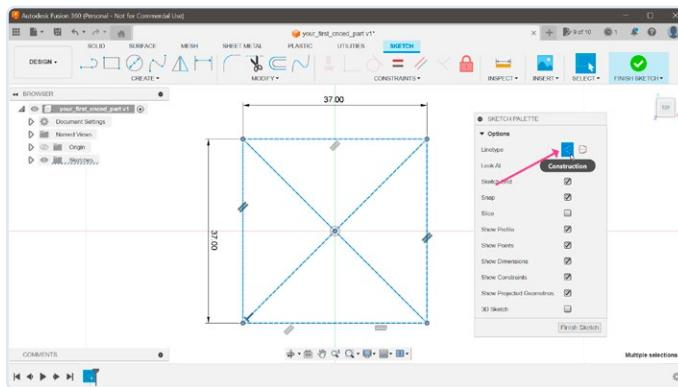

Figure 3. Modification de la définition des lignes dans le mode Construction.
3. Nous n'utiliserons pas cette forme pour extruder le boîtier parce que nous avons besoin de place autour du circuit imprimé. Il est logique de sélectionner toutes les lignes et de les transformer en lignes de construction en cliquant sur le bouton *Construction* dans la boîte de dialogue *Sketch Palette*. Ceci indique au programme Fusion 360 que nous n'utilisons les lignes que comme guides (**figure 3**).